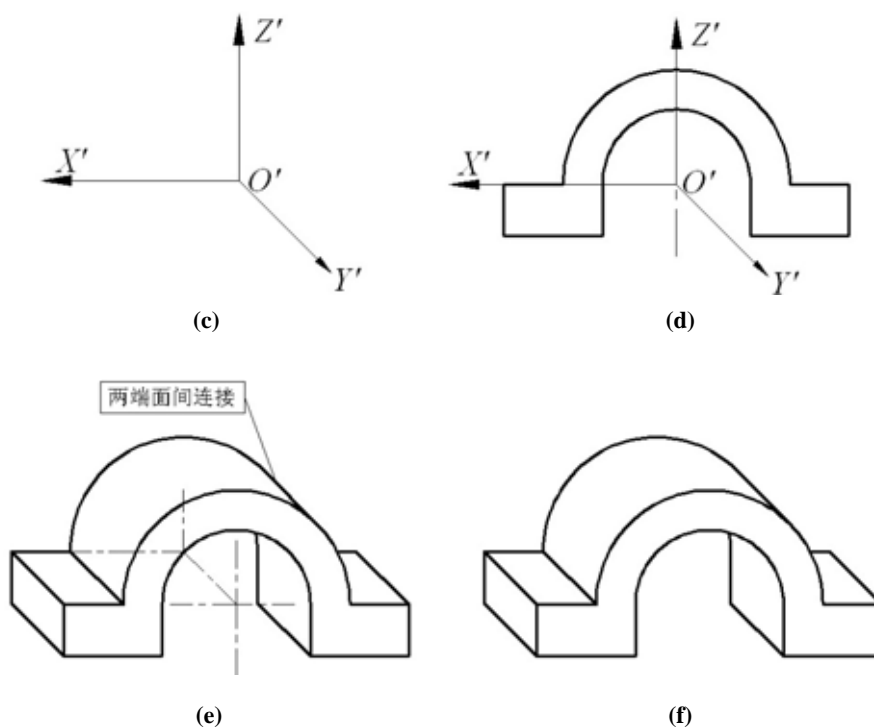

图 4.2
例 2 作出图 4.2 (a) 所示零件的斜二等轴测图。
1. 选择零件前端面的半圆圆心作为坐标系的原点，建立坐标系如图 4.2 (b)。
2. 绘制轴测轴， $\angle X_1O_1Z_1=90^\circ$ ， $\angle X_1O_1Y_1= \angle Y_1O_1Z_1=135^\circ$ ，参见图 4.2 (c)。
3. 绘制零件的前端面，参见图 4.2 (d)。
4. 绘制零件的后端面，参见图 4.2 (e)。
5. 可见线加深，不可见线不画，擦除辅助线以及多余线条。完成的斜二等轴测图参见图 4.2 (f)。